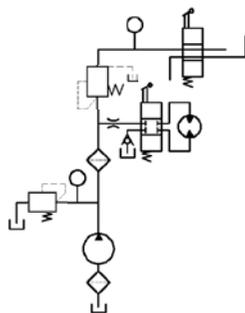

图 17.8.45 绘制直线 (十二)
(2) 用 **绘图(D)** → **直线(L)** 命令, 绘制两条长度值分别为 27 和 23 的垂直直线及长度值为 89 的水平直线 (图 17.8.45)。